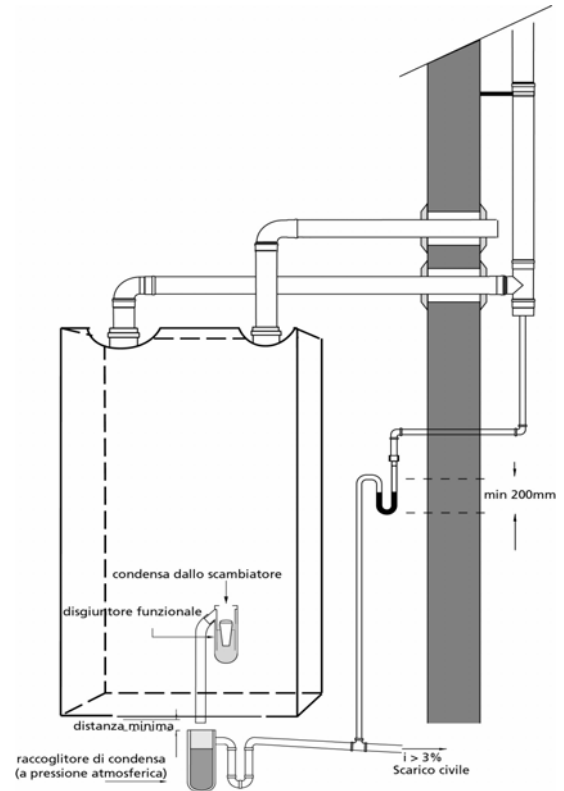

Figure 9
Ne jamais évacuer les fumées de plusieurs chaudières à l'intérieur de la même conduite d'évacuation ; chaque chaudière doit disposer d'une conduite d'évacuation indépendante. S'il est nécessaire de prolonger la conduite d'évacuation de plus de 4 mètres, il est bon de réaliser au pied du tronçon vertical de la conduite un siphon selon le schéma de la Figure 9. La hauteur utile du siphon doit être d'au moins 20 cm.
La goutte-d'eau peut être réalisée en installant une tulipe ou plus simplement en utilisant une courbe en polypropylène en mesure de recevoir la condensation provenant de la chaudière et l'éventuelle perte de liquide du clapet de sûreté, comme indiqué sur la Figure 9. La distance maximum entre l'évacuation de la condensation de la chaudière et la tulipe (ou conduite à emboîtement) de collecte ne doit pas être inférieure à 10 mm. Pour le branchement au réseau d'égoûts, il faut installer ou réaliser un siphon afin d'éviter le refoulement d'odeurs désagréables. Pour la réalisation des évacuations de condensation, il est conseillé d'utiliser des conduites en matière plastique (PP) ; ne jamais utiliser de conduites en cuivre car l'action de la condensation les dégraderait rapidement.